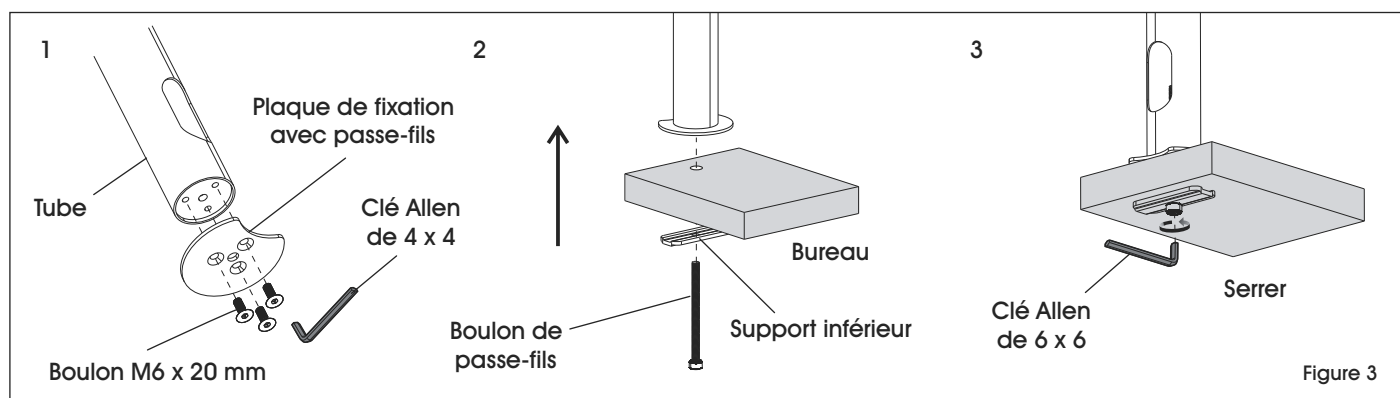

Figure 3
1. Fixez la plaque de fixation avec passe-fils (8) au bas du tube (4) à l'aide de boulons M6 x 20 mm (C) et d'une clé Allen de 4 x 4 (F). (Voir Figure 3)